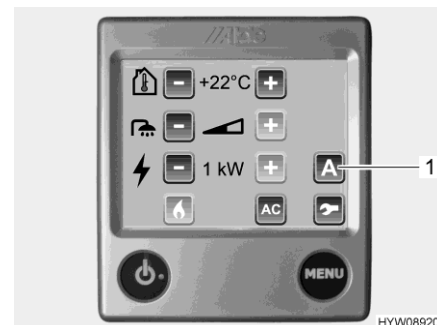

Fig. 177 Menu de réglage (ventilateur d'appoint)
L'unité de commande (Fig. 177) du chauffage à eau chaude sert de commande du ventilateur d'appoint.
- Appuyer sur le bouton "A" (Fig. 177,1). Les fonctions sont affichées.